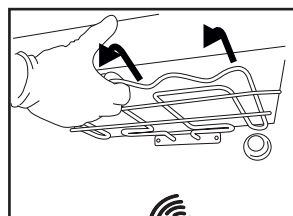
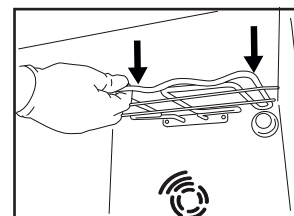

Fig. 1
Fig. 2
2. Estrarre leggermente l'elemento riscaldante ( Fig. 1) e abbassarlo ( Fig. 2 ).